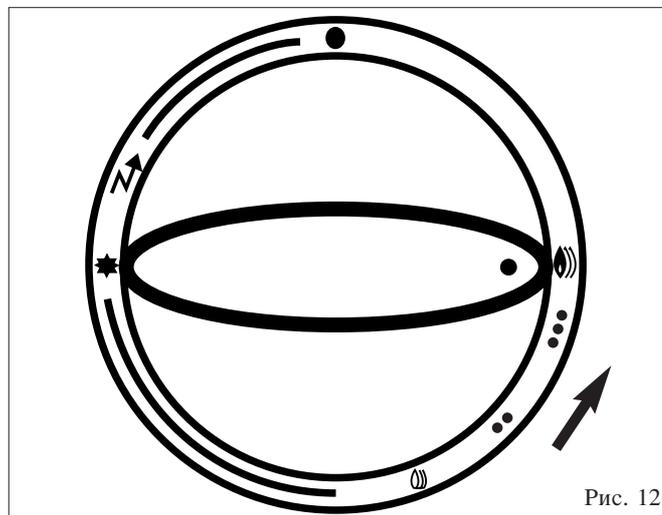

Рис. 12
- Когда запальная горелка воспламенится, подержать ручку несколько секунд в положении "★" для установления рабочего состояния термопары системы защиты, а затем перевести ручку (поворачивая её по-прежнему в направлении стрелки) в положение между метками "☺" и "☻" (Рис. 12).